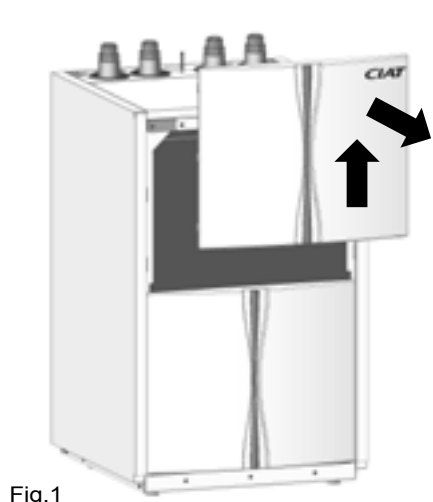

Fig.1
- 1 - Ôter le panneau décors du haut de la face avant (Fig.1).